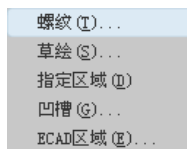

图 5.16.2 “修饰”子菜单
Step2. 选择下拉菜单 **插入(I)** → **修饰(U)** → **螺纹(T)...** 命令 (如图 5.16.2 所示)。